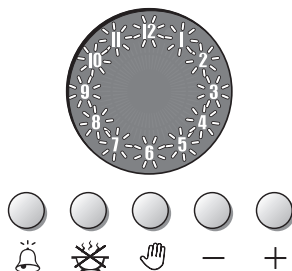

Fig. 6.9
**Attention:** une coupure de courant provoque la remise à zéro de l'horloge et l'effacement de tous les programmes configurés. Une fois le courant rétabli, les chiffres clignotent sans que ne soient affichées les aiguilles lumineuses - fig. 6.9).